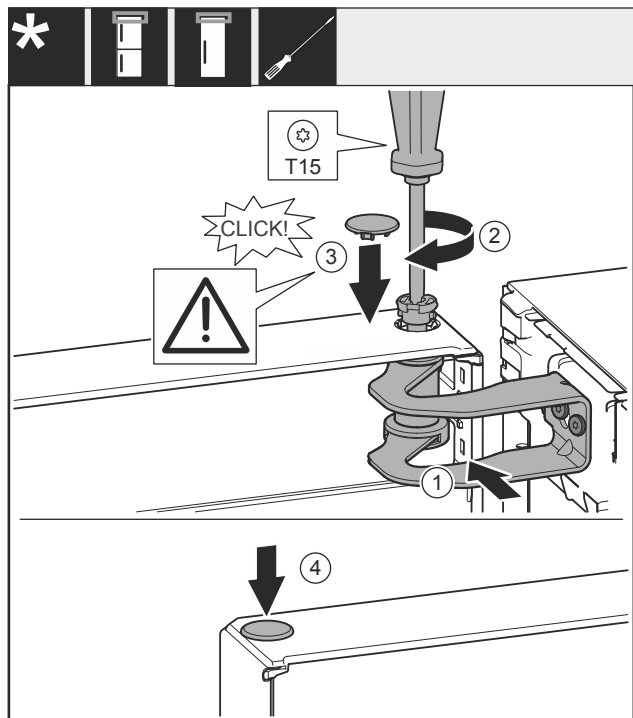

Fig. 50
- ▶ Tür zur Öffnung im Lagerbock Fig. 50 (1) ausrichten.
- ▶ Bolzen Fig. 50 (2) einsetzen und mit Schraubendreher festschrauben.
- ▶ Abdeckung Fig. 50 (3) einsetzen.
- ▶ Kontrollieren, dass die Abdeckung Fig. 50 (3) auf der Tür aufliegt.
- ▶ Abdeckung Fig. 50 (4) einsetzen.